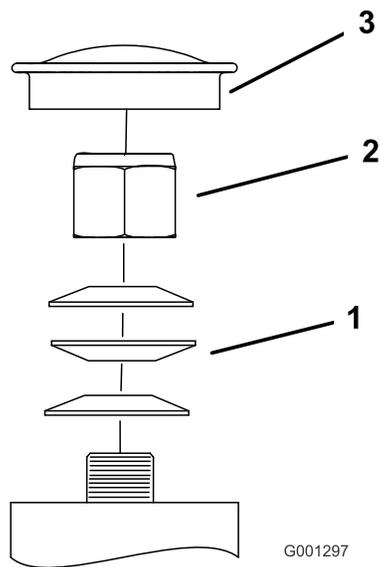

図 65
3. キャスタからダストキャップを外してロックナットを締め付ける 図 65。
4. スプリングワッシャが平たくつぶれるまでロックナットを締め付け、その位置から 1/4 回転もどすと、ベアリングに対して適切な予負荷がかかる 図 65。
**重要** スプリングワッシャが 図 65 のように正しく取り付けられていることを確認してください。
5. ダストキャップを取り付ける 図 65。